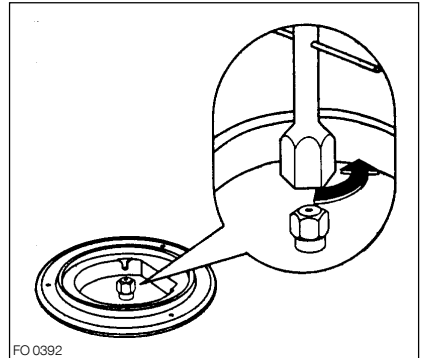

Abb. 3
- 3) Mit einem 7 mm Steckschlüssel die Düsen aufschrauben (Abb.3), abnehmen und durch die, dem verwendeten Gas entsprechenden Düsen ersetzen (siehe Technische Daten);